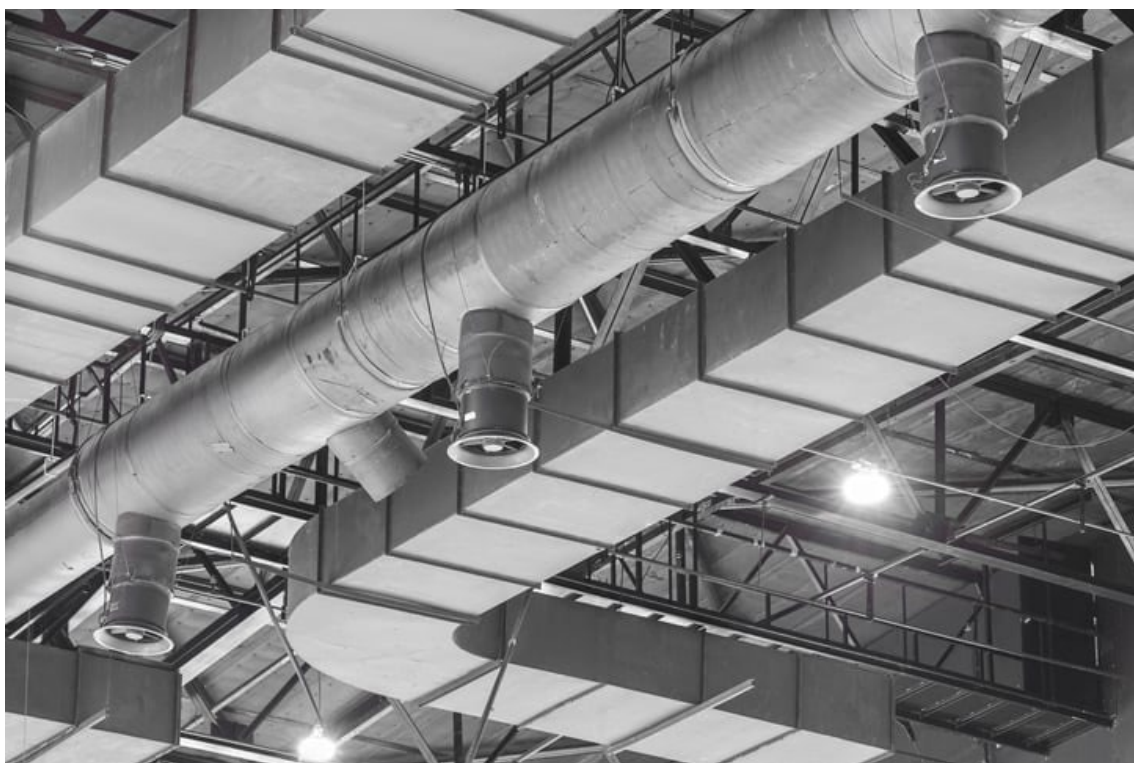

Figura 5. Red de conductos [8]
f) **Los conductos** son un componente fundamental de los sistemas de climatización, ya que se encargan de distribuir el aire acondicionado (calentado o enfriado) por todo el edificio. Como se muestra en la figura 5, los conductos forman una red que conecta el climatizador con las distintas habitaciones y espacios.